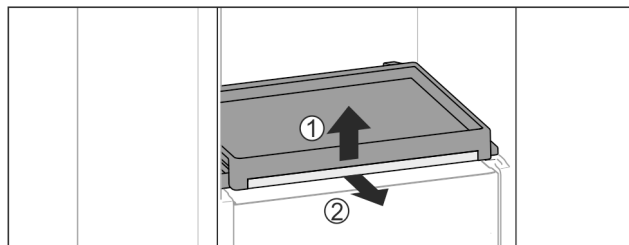

Fig. 113
- Rimuovere il ripiano estraibile con ripiano di vetro: sollevare leggermente in avanti il ripiano di vetro Fig. 113 (1) e tirarlo in avanti Fig. 113 (2).